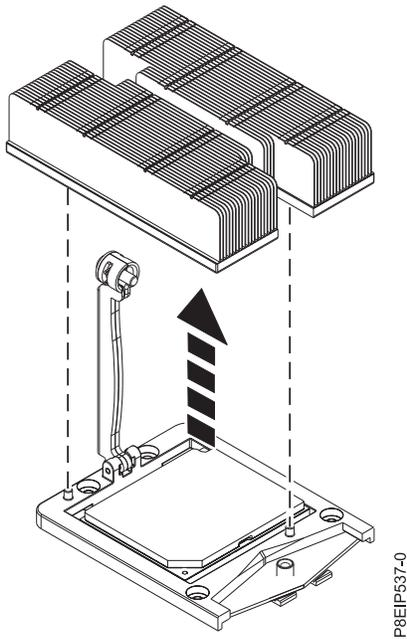

Abbildung 65. Kühlblech ausbauen
- Greifen Sie das Kühlblech und entfernen Sie es, indem Sie es senkrecht nach oben anheben (siehe Abb. 65).